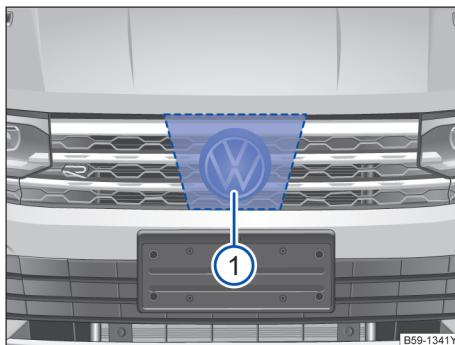
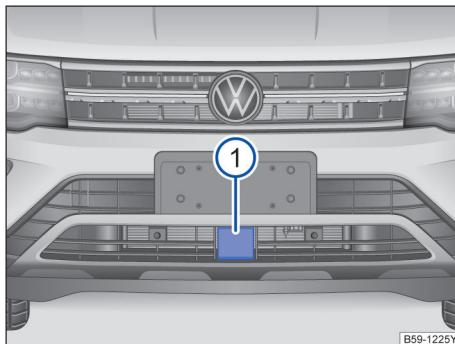

图 141 VW 标志后方的散热器格栅内：雷达传感器
图 142 前牌照支架下方的格栅内：雷达传感器
VW 标志后方的散热器格栅内→图 141①或前牌照支架下方的格栅内安装了一颗雷达传感器→图 142①，用于监测交通状况，可探测距本车约 100m 范围内的前方车辆行驶状况。